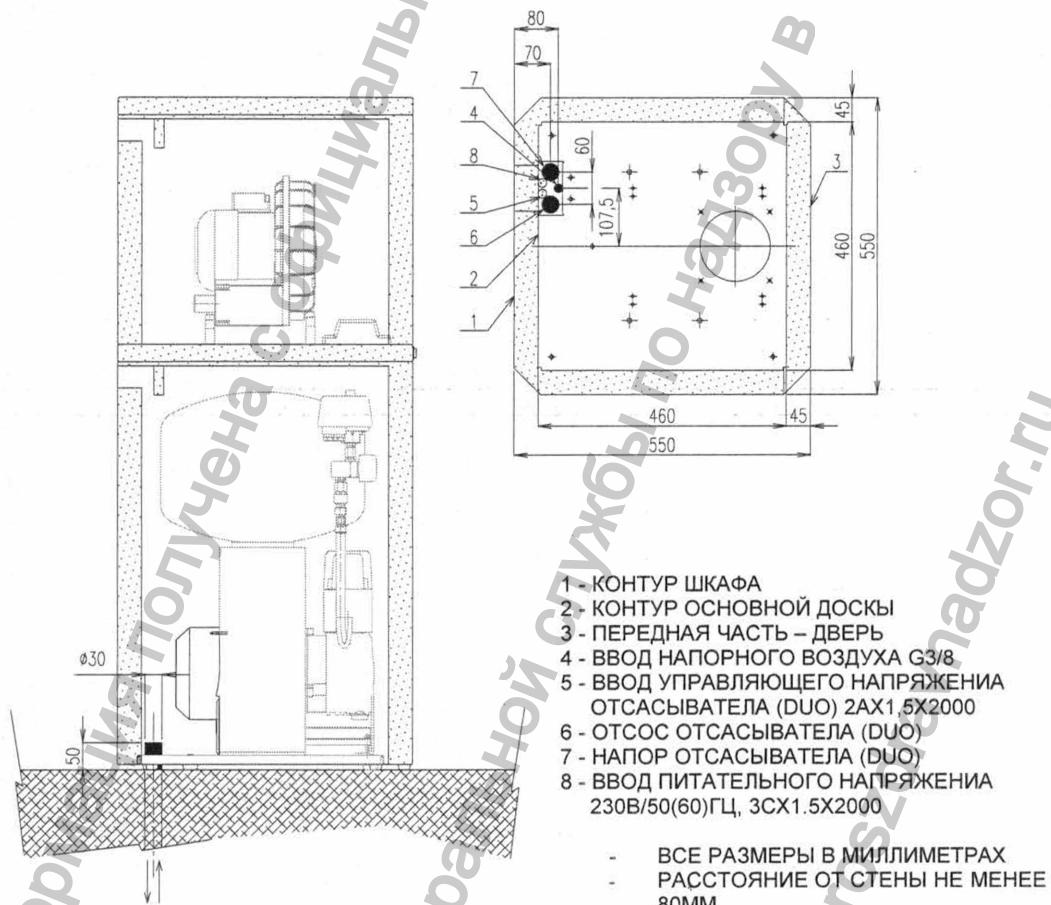

Рис. 5. часть 1. – Компрессор с отсасывающим устройством - DUO
8.5. Установка изделия (Рис.5)